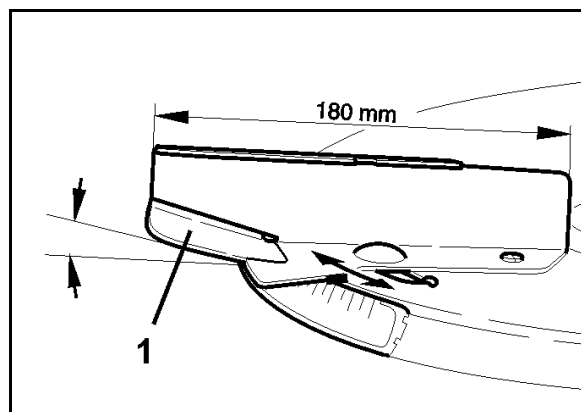

Fig. 58
De korteste spredevingene er utstyrt med dreieklaffer som kan dreies uten bruk av verktøy (Fig. 58/1). Dette muliggjør delgjødsling i korn med en plantehøyde på opptil 1 meter **uten** annet tilbehør.
3. Sving spredevingenes dreievinger (Fig. 58/1) til ønsket posisjon for normal- eller sengjødsling.